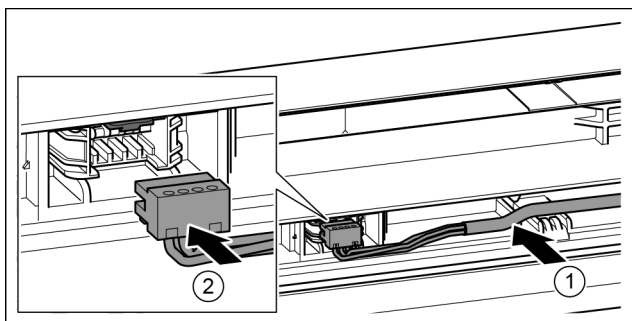

Fig. 38
- ▶ Szary kabel włożyć w prowadnicę w górnych drzwiach. Fig. 38 (1)
- ▶ Podłączyć wtyczkę. Fig. 38 (2)